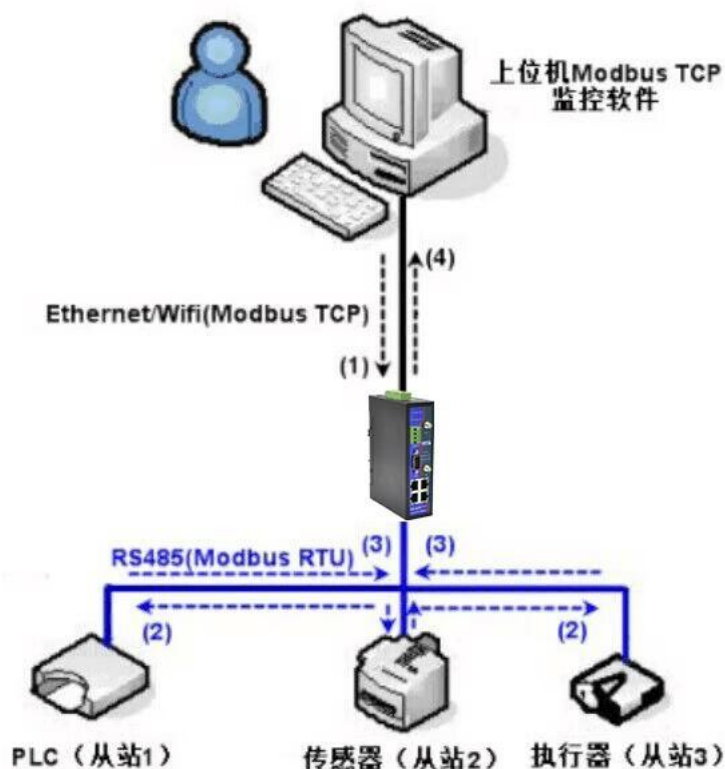

图 51 存储型 Modbus 网关工作方式
如图 51 所示：普通的 Modbus TCP 数据流方向为 (1) → (2) → (3) → (4)。即先将 Modbus TCP 指令转化为 Modbus RTU 的对应指令，然后设备应答 Modbus RTU 指令给 Modbus 网关，然后 Modbus 网关再次转化为 Modbus TCP 发送给监控上位机。